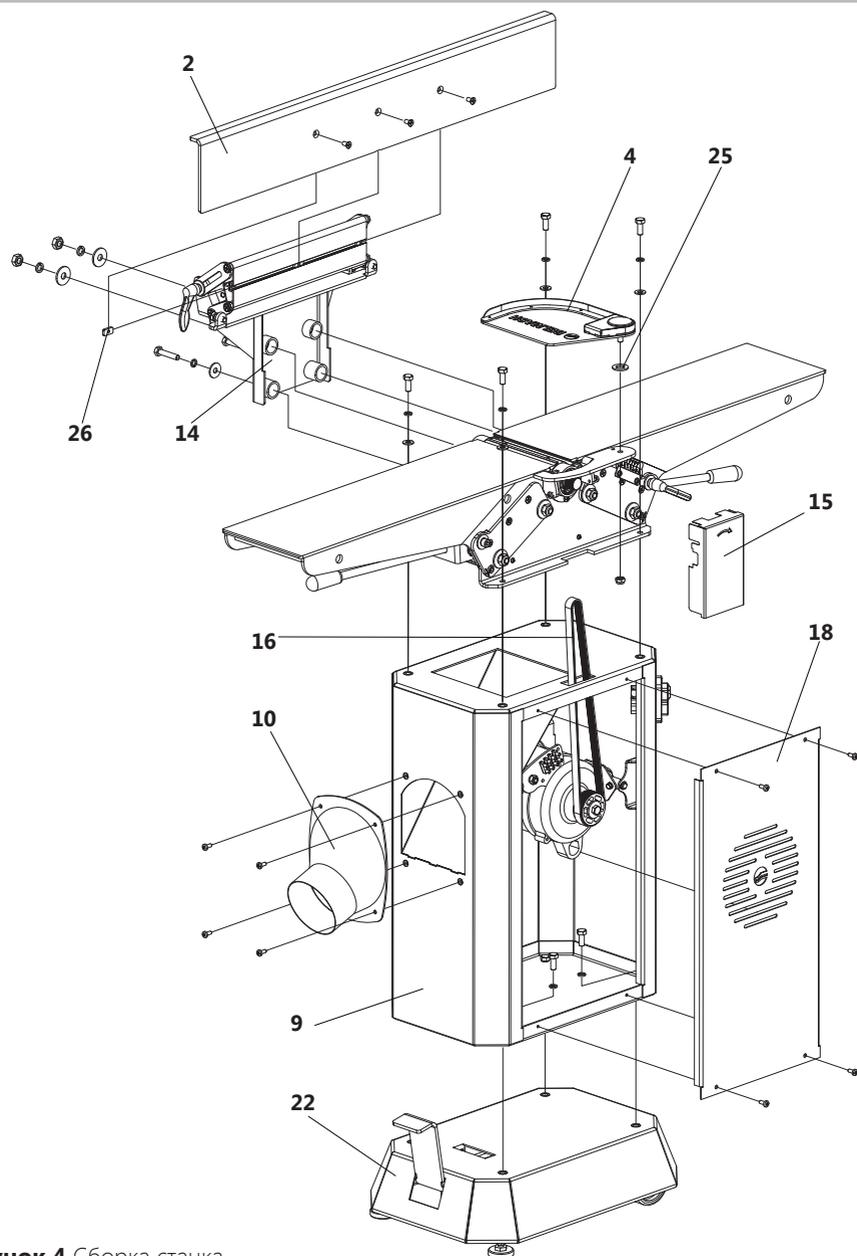

Рисунок 4 Сборка станка
- установите защитный кожух 15 и закрепите винтами M5x12 (рисунок 4);
- снять кронштейн 14 с упором 2 и кожух 15 (рисунок 4);